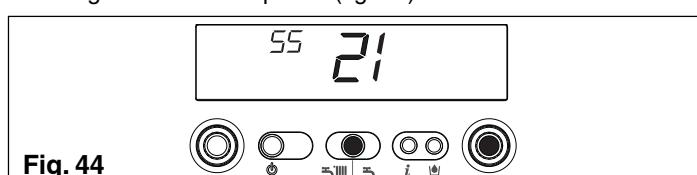

Fig. 44
- onfirme novamente o valor estabelecido pressionando ENTER. Os dígitos deixam de piscar (fig. 44)